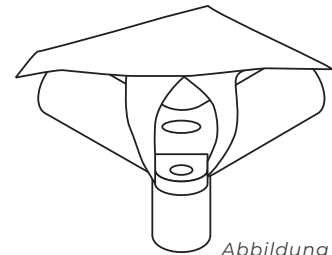

Abbildung 4
5. Legen Sie die Dachplane über den Rahmen. Ziehen Sie die Nylonschlaufen wie in Abbildung 4 dargestellt über die Ecken. An einer der Ecken befindet sich ein Zugband, mit dem die letzte Schlaufe mühelos darüber gezogen werden kann.